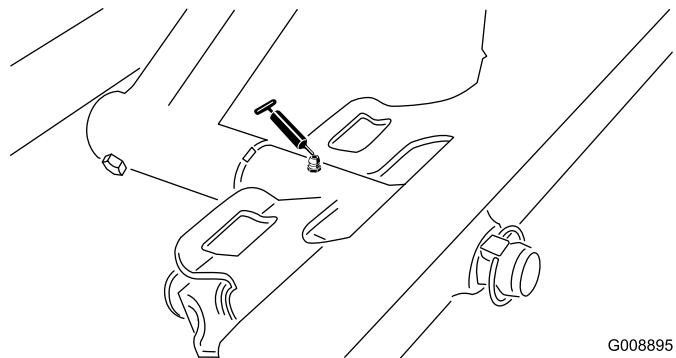

Figura 31
- Articulação da unidade de corte dianteira (Figura 31)